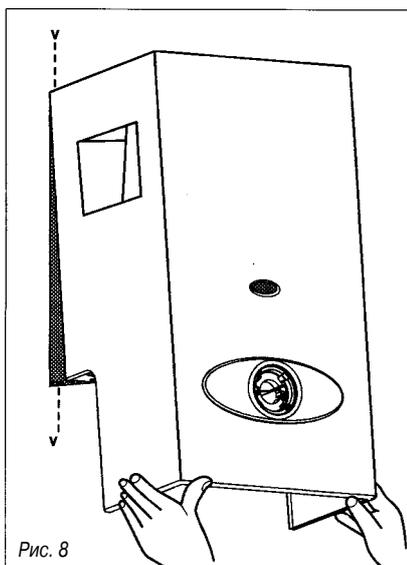

Рис. 8
- Отвинтить 4 винта поз. "V" (рис. 8, стр. 5) крепления кожуха.
- Надеть кожух сверху (рис. 8).
- Завинтить винт крепления щитка управления, поставляемый в пакете с принадлежностями (рис. 8а).
Рис. 8а